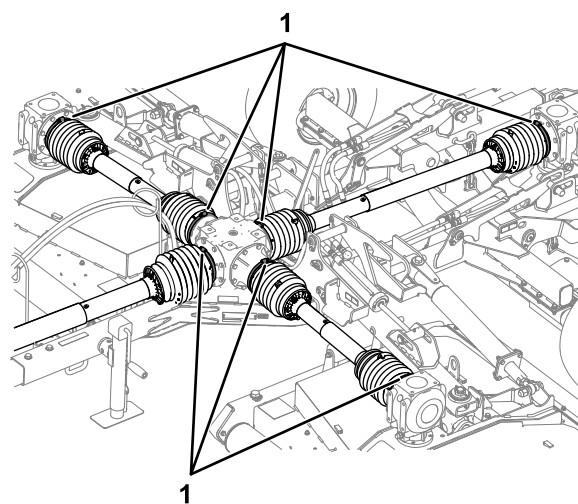

Figura 22
- Controllate che le 7 fascette stringitubo fissino saldamente le protezioni degli alberi di trasmissione alle scatole ingranaggi centrale e dei piatti di taglio (Figura 22).